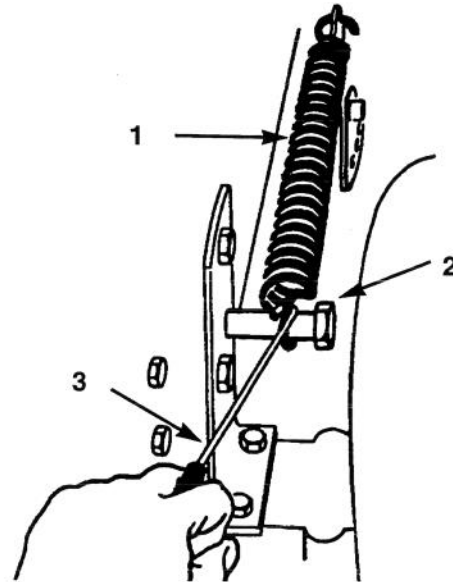

Figure 9
16. Accrocher le ressort d'aide du relevage entre le support de relevage droit de la tondeuse et le boulon de retenue (Fig. 9). Utiliser l'outil à ressort fourni avec la machine.